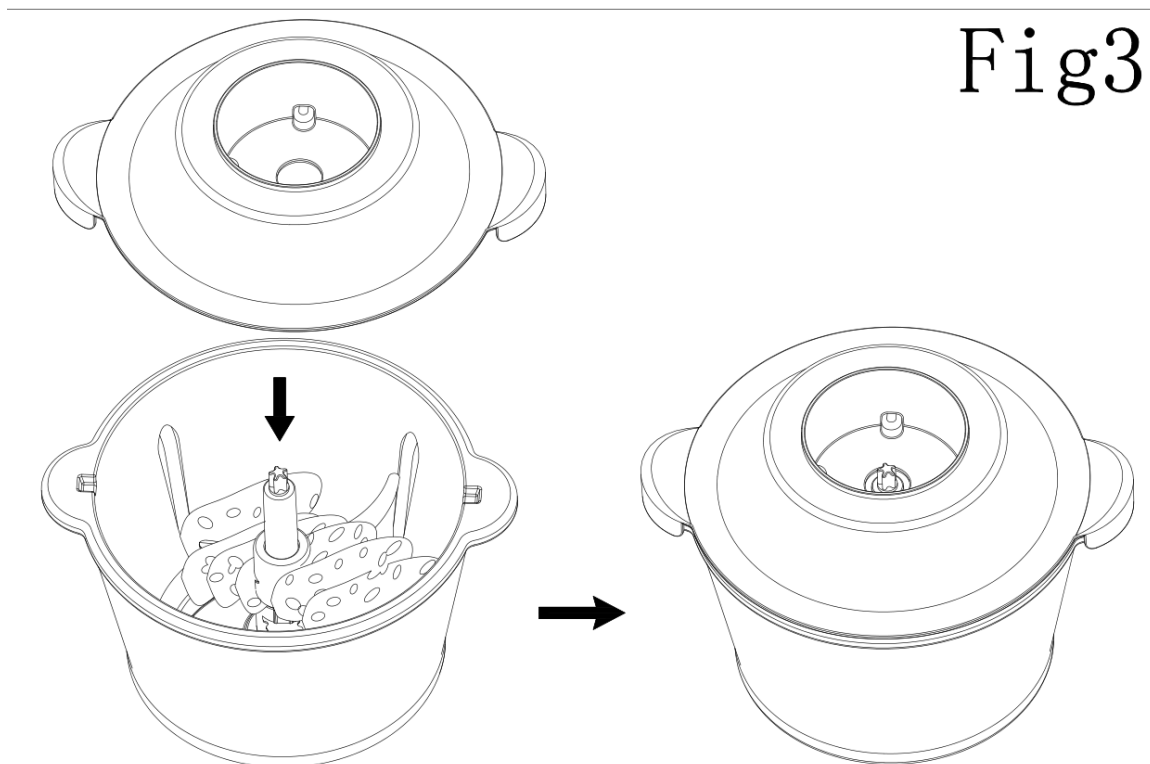

Fig3
c) Depois de colocar a comida, cubra com a tampa, conforme a Fig 3.
Método de montagem: coloque a unidade da lâmina lateral na unidade da lâmina principal (Fig. 1 e Fig. 2). Aparafuse a lâmina lateral no sentido contrário aos ponteiros do relógio (Fig. 3) e tire a manga protetora da lâmina.